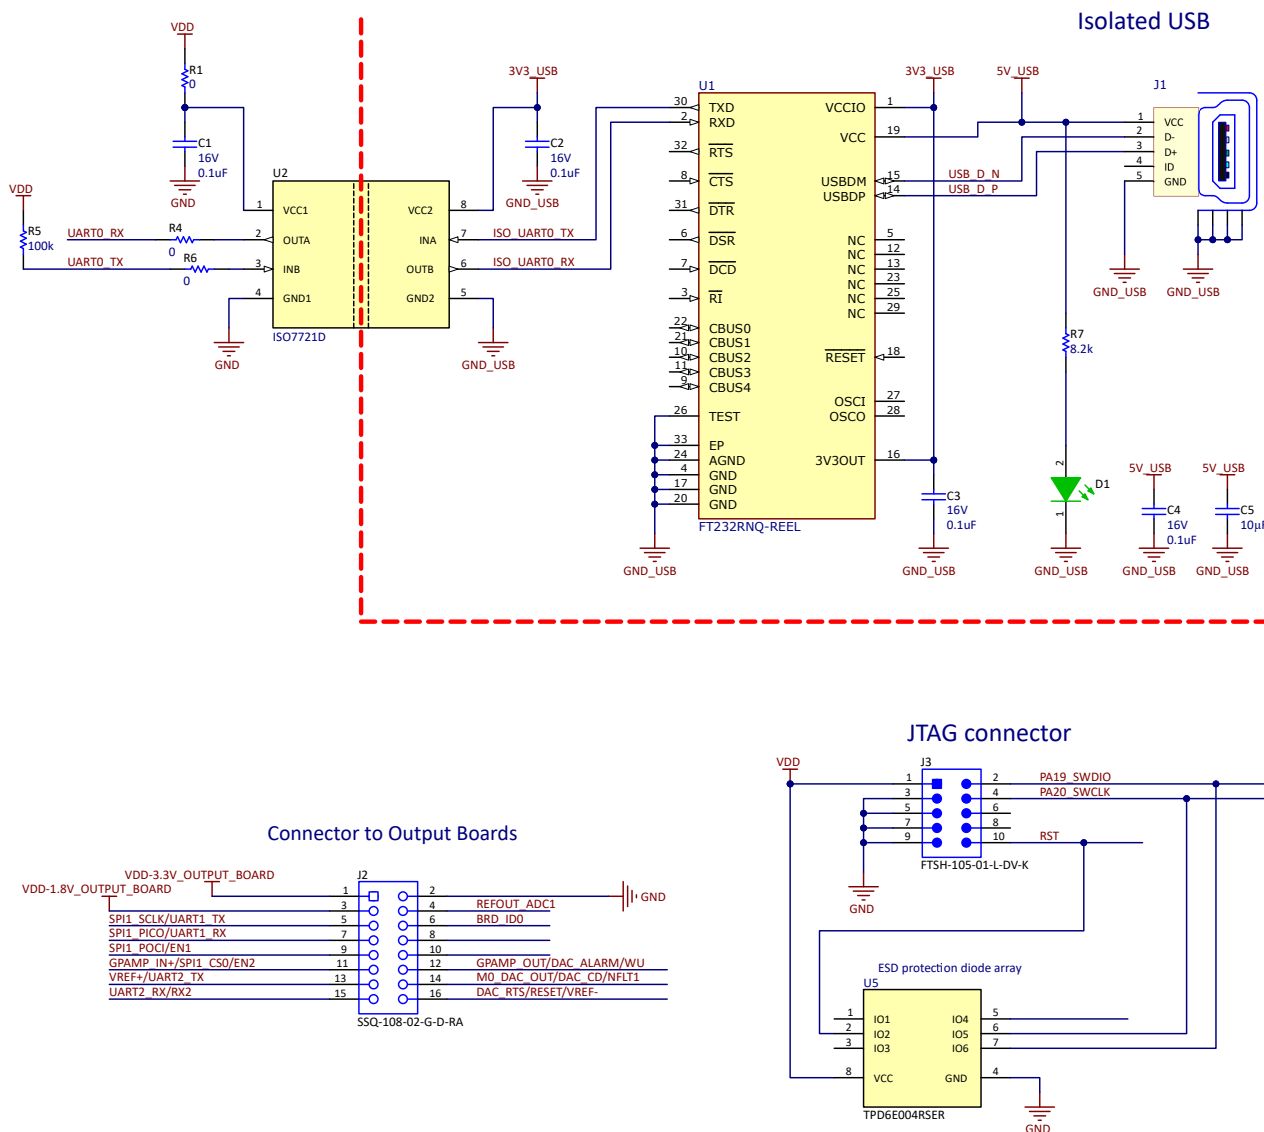

图 5-17. SNSR-DUAL-ADC-EVM 数字接口
图 5-17 展示了 SNSR-DUAL-ADC-EVM 使用的三个数字接口。将提供的 USB 电缆连接到接头 J1，以便使用 PC 终端程序与预加载的 EVM 固件进行通信。该 EVM 专门支持隔离式 USB，以便在电路板处于 4-20mA 环路运行环境下时，仍能安全地配置 ADC 寄存器。有关通过终端程序控制 EVM 的更多信息，请参阅 软件 部分。接头 J3 是一个 JTAG 连接器，用于通过德州仪器 (TI) 的 LaunchPad 或其他调试平台对 MSPM0G1507 微控制器进行编程。当 SNSR-DUAL-ADC-EVM 连接到环路控制 AFE 发送器或其他兼容的输出板时，接头 J2 用于实现单板间的串行通信。